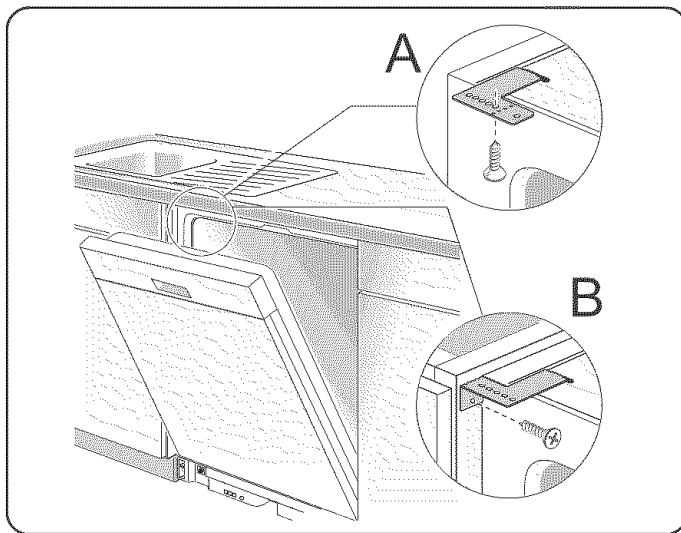

Figure 11
- 1) **Sur le dessus** est utilisé pour les comptoirs fabriqués en bois ou autres matériaux pouvant être facilement percés. Orienter la fixation comme à la figure 11, lettre A, et positionner les 2 petites languettes sur la fixation sur les deux fentes des coins avant du lave-vaisselle. Pousser fermement sur les fixation pour insérer les languettes dans les fentes.
- 2) **Sur le côté** est utilisé pour les comptoirs en marbre, granite ou autre matériaux très durs ne pouvant être percés. Plier la fixation le long des petits points et dans la même direction que les deux petites languettes. Orienter les fixations comme à la figure 11, lettre B, et 2 petites languettes sur la fixation sur les deux fentes des coins avant du lave-vaisselle. Pousser fermement sur les fixation pour insérer les languettes dans les fentes.